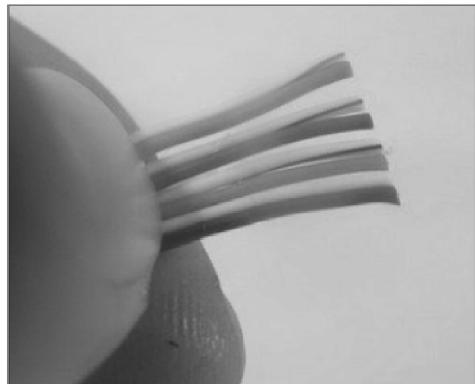

图4-72 按线芯颜色顺序排列
4) 采用T568A的线序标准进行连接。将双绞线的4对线芯按照白橙、橙、白绿、蓝、白蓝、绿、白棕、棕的颜色顺序排列，如图4-72所示，并将每根线芯拉直排列整齐。